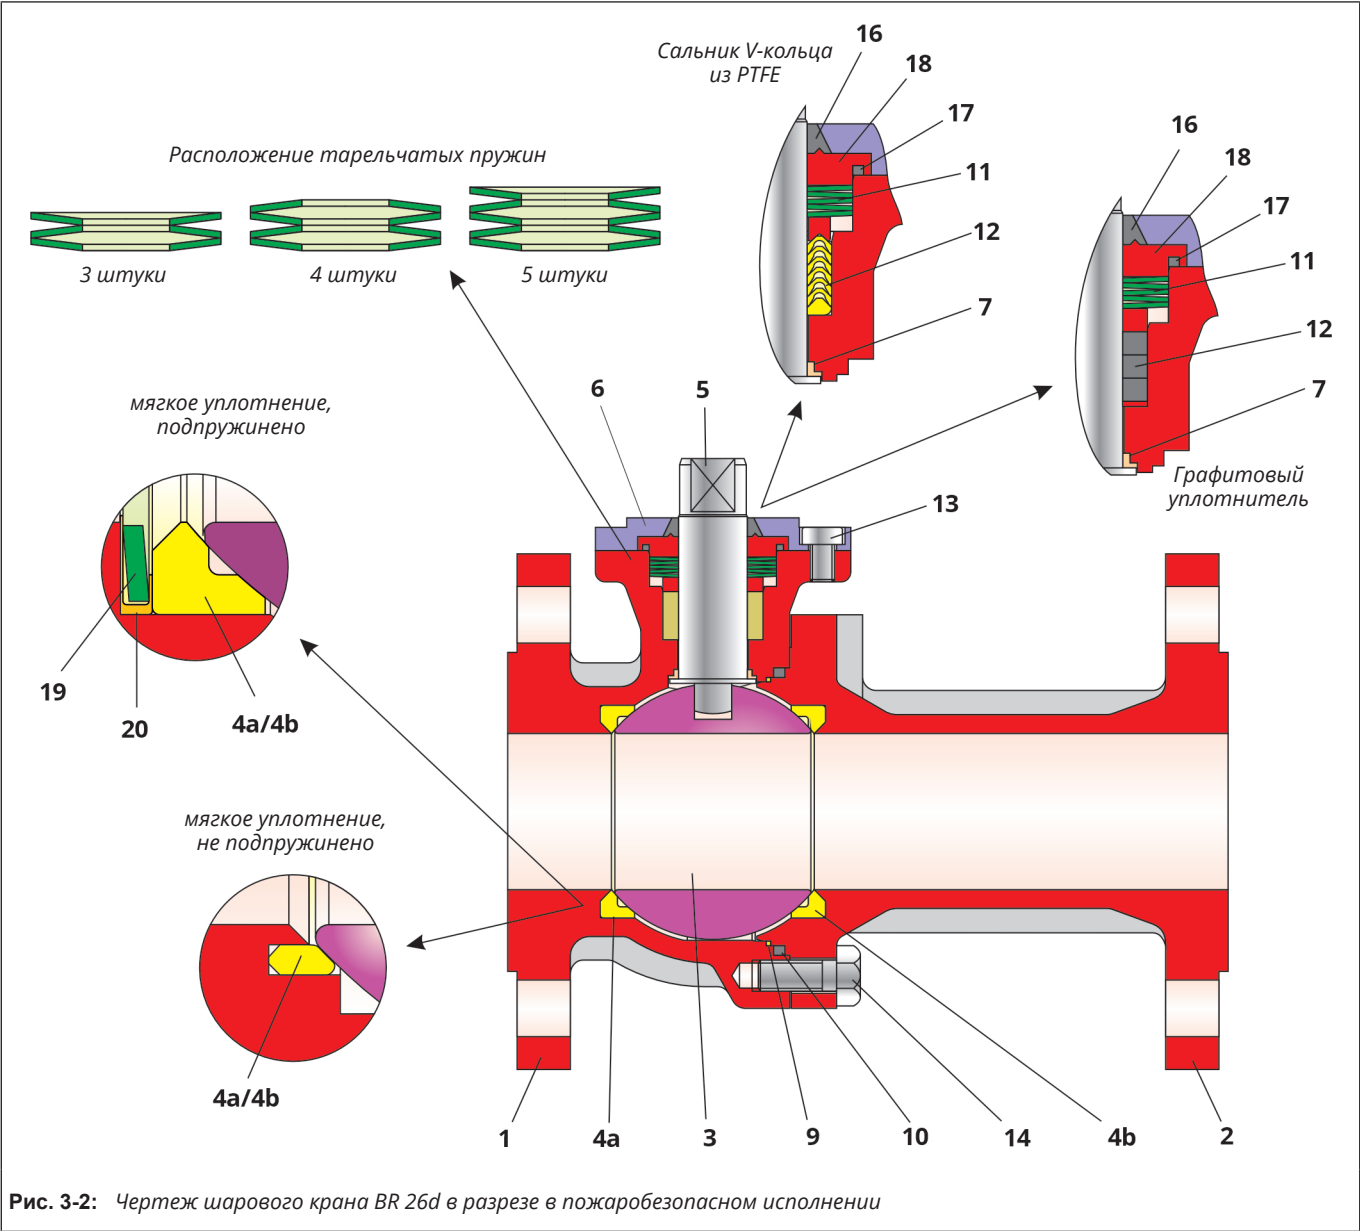

Рис. 3-2: Чертеж шарового крана BR 26d в разрезе в пожаробезопасном исполнении
- ⇒ Установите уплотнение сальник V-кольца из PTFE (12) на рабочий вал (5) легким вращательным движением и вставьте его в гнездо для уплотнения на основном корпусе (1). Расположение и количество V-манжет см. на рис. 3-2.
- ⇒ Поместите комплект тарельчатых пружин (11) на уплотнение (12), см. рис. 3-2.
- ⇒ Установите графитовое уплотнение (12) на установленный рабочий вал (5) легким вращательным движением и вставьте его в гнездо уплотнения на основном корпусе (1), см. рис. 3-2